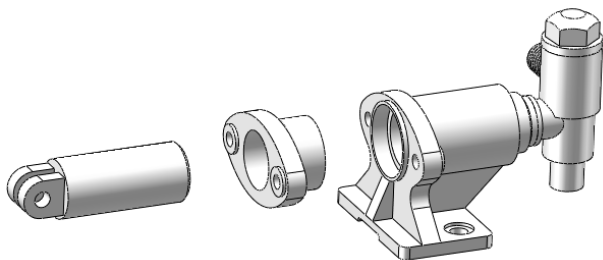

图 13-174 爆炸填料压盖
**03** 创建填料压盖爆炸。选择菜单栏中的“插入”→“爆炸视图”命令，或单击“装配体”工具栏中的“爆炸视图”按钮，弹出“爆炸”属性管理器，在视图选择“填料压盖”，在活动坐标系上单击 Z 轴为爆炸方向。输入爆炸距离为-60.00mm，如图 13-173 所示，单击“应用”按钮，然后单击“完成”按钮，结果如图 13-174 所示。